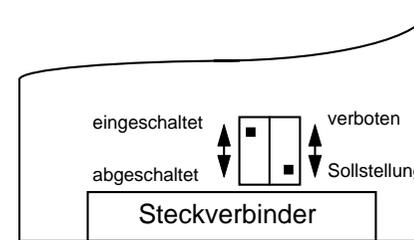

Bild 5: Schalter auf SCHREIBMASCHINEN- bzw. DRUCKERMODUL
- PROM auf SCHREIBMASCHINEN- bzw. DRUCKERMODUL ist einzuschalten (Bild 5).
max. 1 RAM-ERWEITERUNGSMODUL: PROM einschalten ) Bild 5